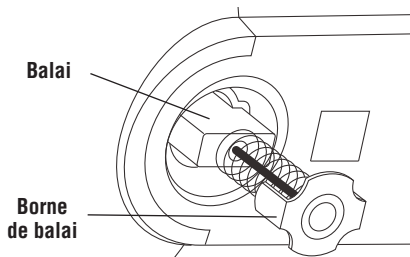

Figure 43. Balai du moteur
3. Tirez le balai vers l'extérieur (Figure 43). Répétez pour le côté opposé.
5. Posez le nouveau balai. Les deux (2) languettes sur la borne du balai s'insèrent dans le même trou que celui dans lequel est insérée la pièce en carbone.